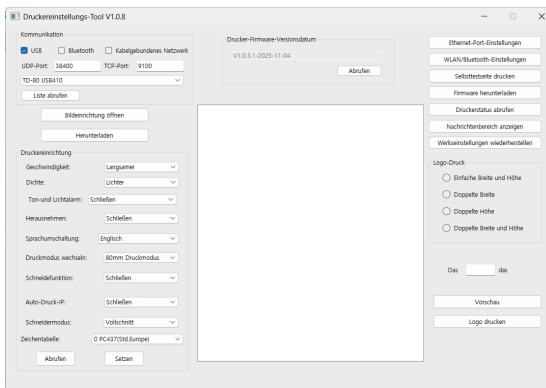

Fig.1
- ① Stellen Sie sicher, dass das USB-Kabel ordnungsgemäß angeschlossen ist. Öffnen Sie das Einrichtungstool (siehe Abbildung 1).